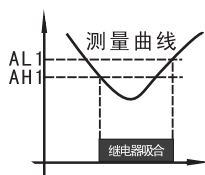

图2
3. 设定 AH1<AL1 (AH2<AL2)，当测量值 $\leq$ AH1时，继电器吸合；当测量值 $\geq$ AL1时继电器释放，继电器动作情况见图2，常用于下限报警。